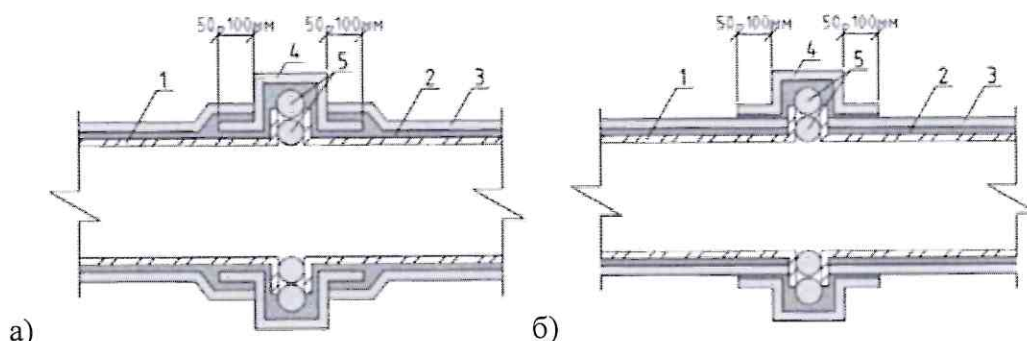

Рис. 3. Огнезащита фланцевого соединения воздухопровода системой PRO-МБОР-VENT.
4.8. Обязательно выполняется оклейка фланцевого соединения полосой материала PRO-МБОР, которая заводится под огнезащиту основной поверхности воздухопровода с нанесением клея Kleber между ними (рис. 3а) или полоса материала PRO-МБОР приклеивается клеем Kleber поверх огнезащиты (рис. 3б), после чего монтажный стык оклеивается алюминиевым скотчем BOS. Ширина полосы для оклейки фланцевого соединения определяется по формуле: